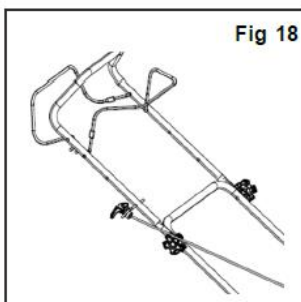

Fig 18
4. Assim que o motor estiver em funcionamento, encaixe a pega de arranque no suporte. Tal como mostra na Fig. 18.